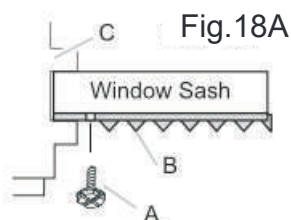
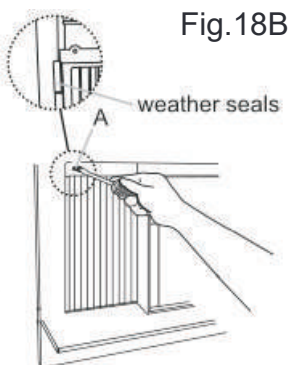

Fig.18A
Fig.18B
2. Use una broca de 1/8" para hacer un agujero de arranque a través del agujero en la pata superior de cada panel de relleno de la ventana y en el marco de la ventana (Fig. 18A y Fig. 18B). Conecte con un tornillo hexagonal de cabeza de 3/4" (o 1/2").